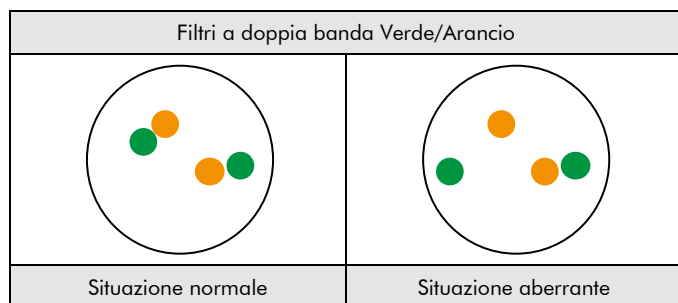

Fig. 2: Risultati attesi in situazione normale e aberrante
**Situazione normale:** nelle interfasi di cellule normali o cellule senza una traslocazione che coinvolge la regione del gene JAZF1, compaiono due segnali di fusione verdi/arancioni (vedere Fig. 2).
**Situazione aberrante:** una regione del gene JAZF1 interessata da una traslocazione è evidenziata da due segnali separati, di cui uno verde e uno arancione (vedere Fig. 2).